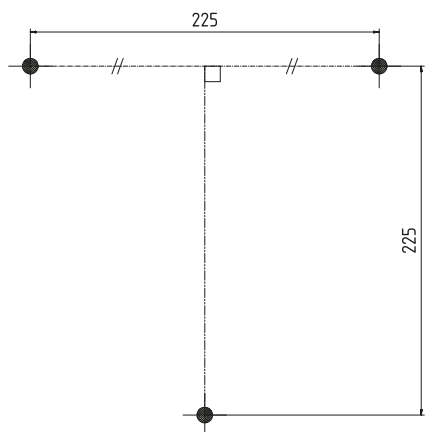

Fig. 12: Sagoma per fori per montaggio a parete
1. Contrassegnare sulla parete i punti da forare (Fig. 12) ed eseguire i fori.